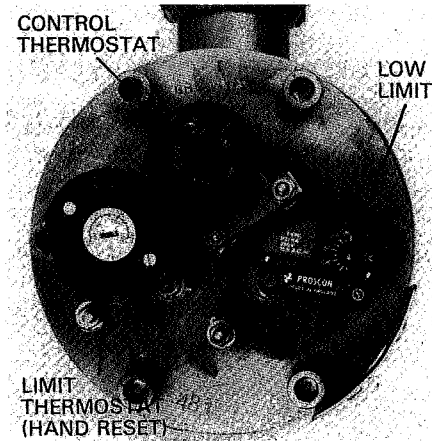

FIG. 15
4.5 OIL PREHEATER TANK — Fig. 15